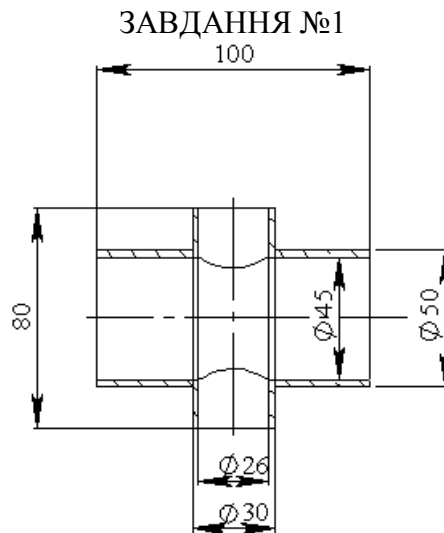

Рис.1.1. Креслення хрестовини
2. Перейдемо до створення хрестовини труби, креслення якої зображено на рис. 1.1. Спочатку створимо частину труби із зовнішнім діаметром 50 мм, та внутрішнім отвором 45 мм. Створіть твердотільний елемент, шляхом витягування ескізу на 100мм. Ескіз цієї частини деталі та твердотільна модель показані на рис. 1.2.